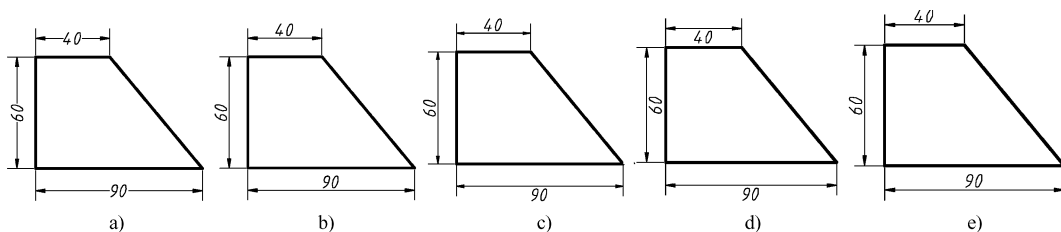

图 9-20 “垂直” 设置示例
- “垂直” 下拉列表框：用于设置尺寸数字相对尺寸线垂直方向上的位置。有 “居中” “上” “外部” “下” 和 “日本工业标准 (JIS)” 5 个选项，如图 9-20 所示。